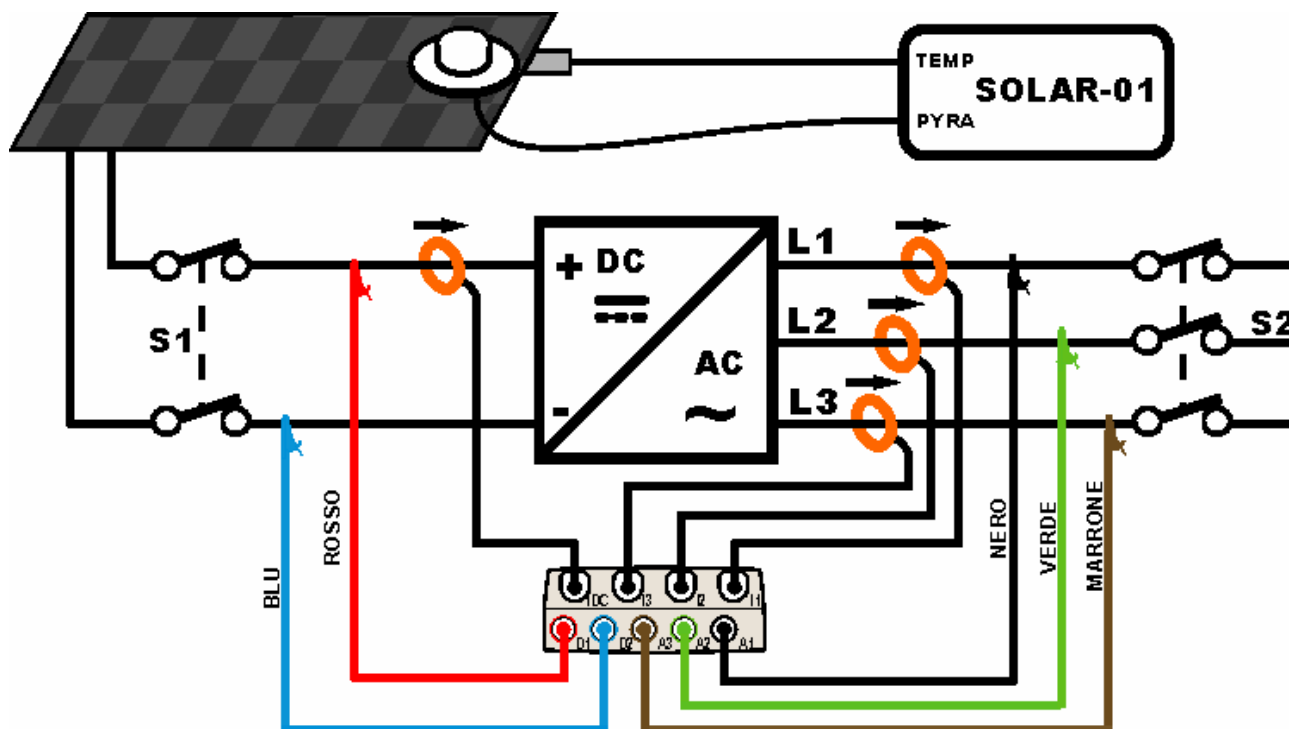

Fig. 200: Collegamento dello strumento in un sistema Fotovoltaico Trifase
2. Collegare gli ingressi **D1** e **D2** rispettivamente ai poli positivo e negativo di uscita della stringa. Collegare gli ingressi **A1**, **A2**, **A3** ai conduttori di Fase rispettando i colori come mostrato in Fig. 200.
4. Collegare la pinza di corrente DC sul conduttore positivo in uscita dalla stringa **rispettando il verso della freccia** presente sulla pinza stessa come indicato in Fig. 200. Collegare l'uscita della pinza all'ingresso **IDC** dello strumento.
5. Collegare le pinze AC sui conduttore di Fase L1, L2, L3 **rispettando il verso della freccia** presente sulle pinze stesse come indicato in Fig. 200. Collegare l'uscita delle pinze rispettivamente agli ingressi **I1**, **I2**, **I3** dello strumento.